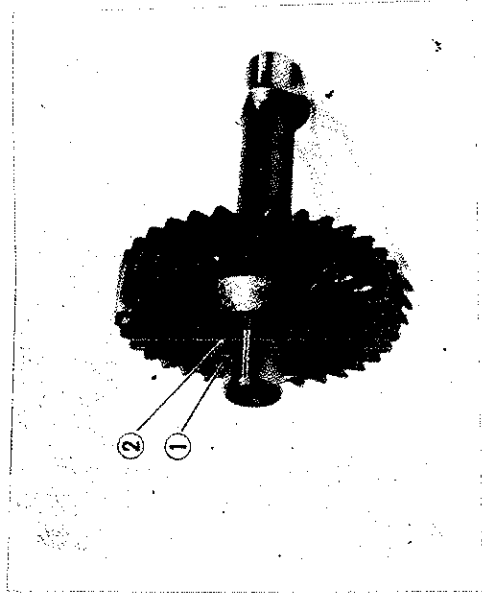

Fig. 13-56
Montar este conjunto en la carcasa inferior con el pasador (1) y la arandela (2) alineados según indica la Fig. 13-56.